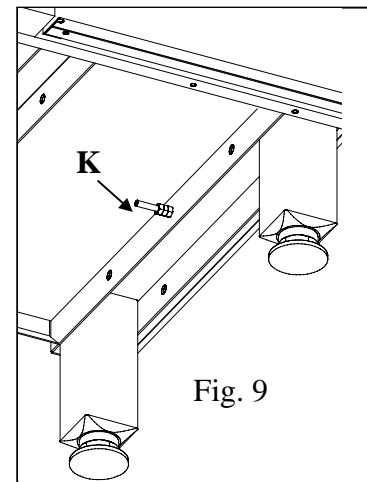

Fig. 9
**(FR)** Raccorder la borne d'équipotentialité (K, fig. 9).
**(GB)** Connect the equipotential bonding terminal (K, Figure 9).
**(NL)** Sluit de equipotentiaalklem aan (K, fig. 9).